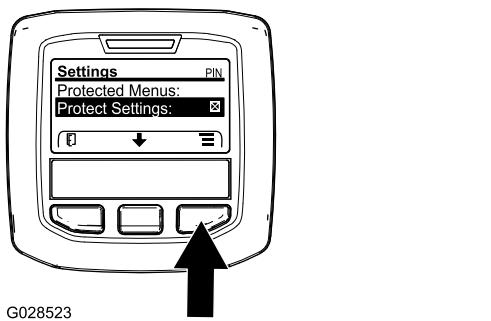

図 27
注 Protect Settings の右側に X が表示されていない場合には、左ブーム、中央ブーム、右ブーム、デフォルトに戻るのどれもPINによる保護ロックをされていません 図 27。
- 注** Protect Settings の右側にXマークが表示されます 図 27。